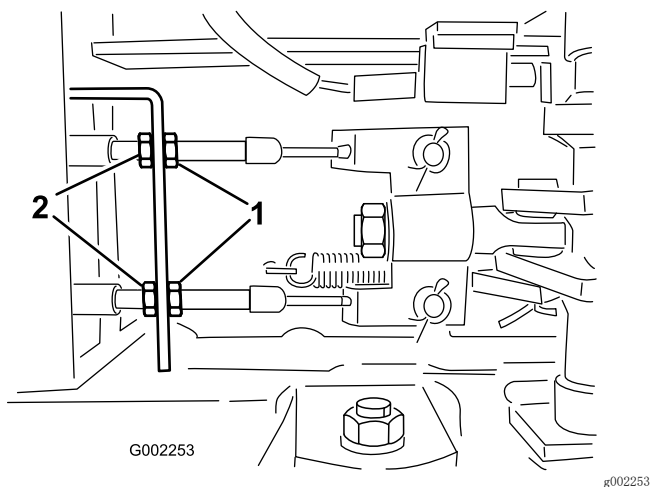

图57
5. 松开打药车前端下面的刹车线上的前螺母（图57）。
6. 均匀地旋紧后螺母、直至刹车踏板移动 1~2cm 时即感觉到阻力（图57）。